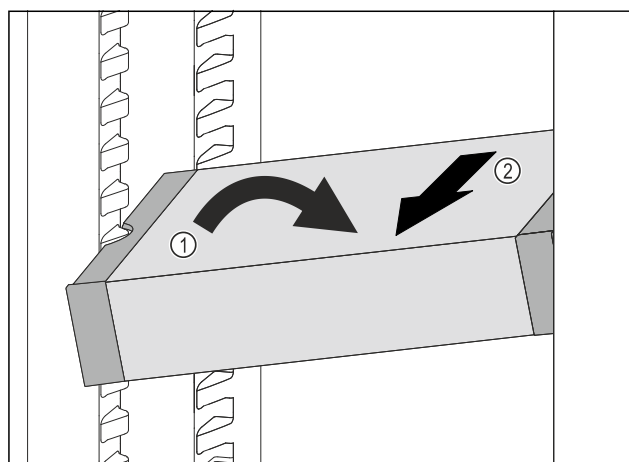

Fig. 124
- ▶ Predal VarioSafe postavite v hladilniku postrani. Fig. 124 (1)
- ▶ Predal VarioSafe izvlecite v smeri naprej. Fig. 124 (2)